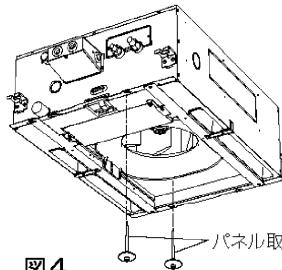
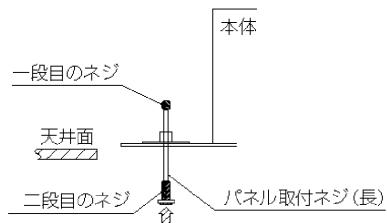
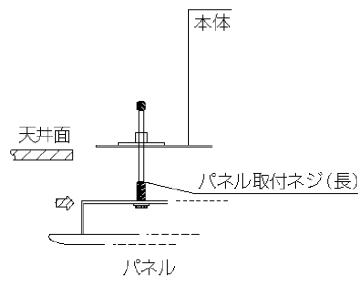
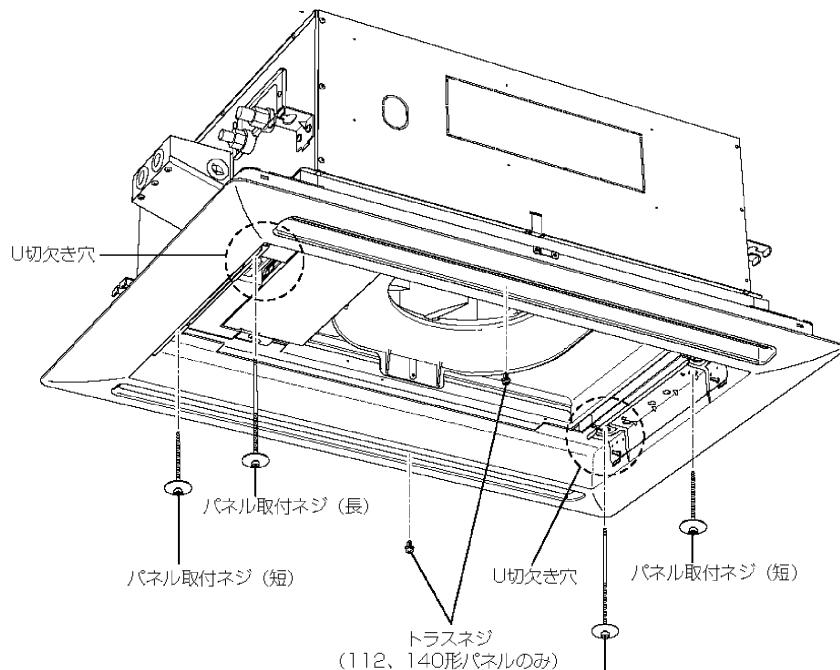

図4
図5
図6
図12
化粧パネルを取付ける前に、ユニット本体に付属のパネル取付ネジ（長）2本を図4の位置に対角で仮止めします。（図5のとおりパネル取付ネジ（長）の一段目のネジ部がユニット本体のナットを通抜ける位置までねじ込みます。）次に化粧パネルを取付けますが、オートベーンのコネクター部が必ず配管側になるよう方向に注意してください。
方向を合わせたら仮止めしたパネル取付ネジ（長）にパネル本体吸込口部の切欠き穴を引掛けます。（図6）最初に反配管側、次に配管側を引掛けます。（図12）（配管側はパネル取付ネジ（長）を内側に押して引掛けると作業が楽に行えます）この状態でパネル本体は仮止めされますが、パネルを持ち上げたり、強く揺らすと外れることがありますので、パネル取付ネジ（短）2本で残りの2力所を取付けてください。
2. 1が完了しましたら図5および図6で仮止めしていた取付けネジ（長）および（短）とトラスネジを締め付けてください。
(図12)